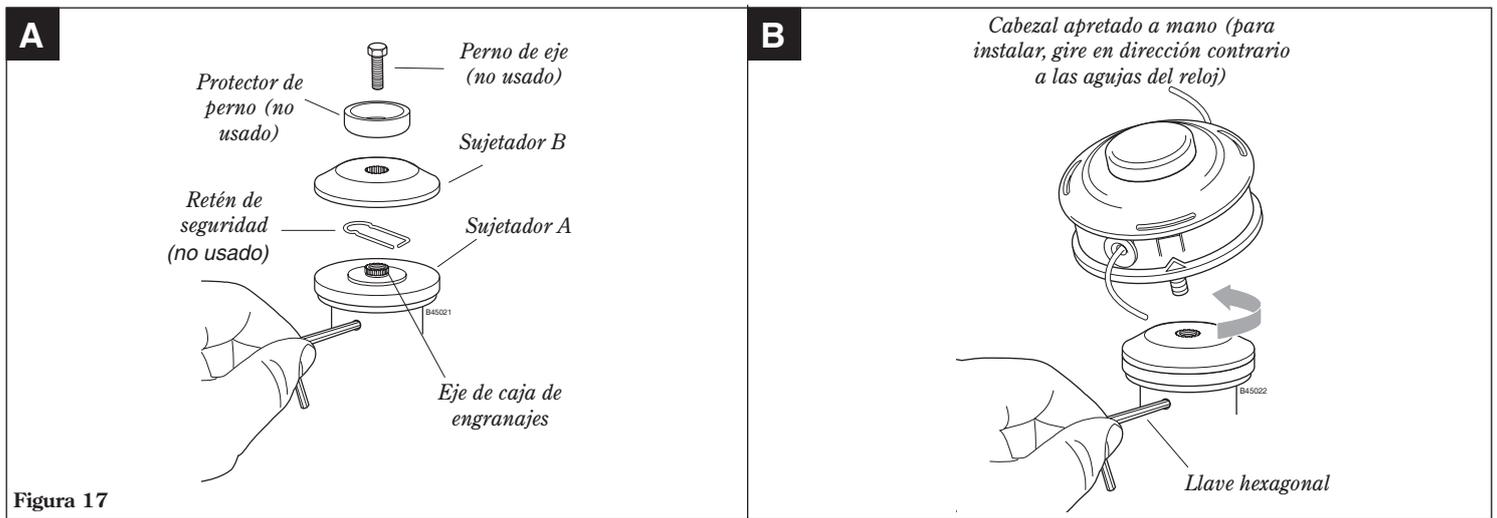

Figura 17
1. Con el eje de la caja de engranajes orientada hacia arriba, gire el eje y el sujetador A hasta que la muesca en el sujetador A se alinee con la muesca en el borde de la caja, y luego asegure el sujetador a la caja insertando el lado más largo de la llave hexagonal a través de ambas muescas. Consulte la figura 17.
1. Con el eje de salida de la caja de engranajes cara arriba, gire el eje y el sujetador A hasta que la muesca en el sujetador A se alinee con la muesca en el borde de la caja de cambios, y luego asegure el sujetador a la caja de cambios insertando el lado más largo de la llave hexagonal a través de ambas muescas. Consulte la figura 17.